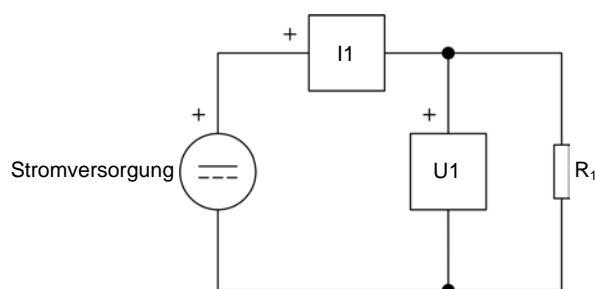

Abbildung 15. Einfache DC-Widerstandsschaltung.
6. Verbinden Sie die Geräte, wie in Abbildung 15 gezeigt. Zur Implementierung des Widerstands R_1 die drei Widerstands-Abschnitte des Moduls **Ohmsche Last** parallel verbinden.
Die roten Anschlussklemmen der Eingänge *U1* und *I1* am **Mess- und Steuerinterface** entsprechenden Anschlussklemmen, die in Abbildung 15 mit einem Pluszeichen (+) gekennzeichnet sind.
Das Fenster **Messung** ist nun bereit für die Messung von Kenngrößen im Schaltkreis von Abbildung 15.
Stellen Sie im Modul Ohmsche Last den Wert von Widerstand R_1 auf den Wert ein, der in Abbildung 15 gezeigt wird. Beobachten Sie dabei, wie sich die von den Messgeräten $U1$, $I1$ und $PQS1$ angezeigten Werte verändern und so die Verringerung von Widerstand R_1 widerspiegeln. Der Grund dafür ist, dass die Anzeigen der Messgeräte nicht in regelmäßigen Abständen aktualisiert werden, wenn die Einzel-Aktualisierung gewählt ist.